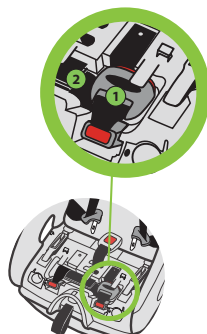

Figura 133
Introduzca el ajustador LATCH (1) en los huecos cuadrados que están detrás del conector LATCH a presión, doble el exceso del cinturón LATCH (2) e introdúzcalo debajo de la lengüeta que está entre los ajustadores, como se muestra en la **figura 133**.